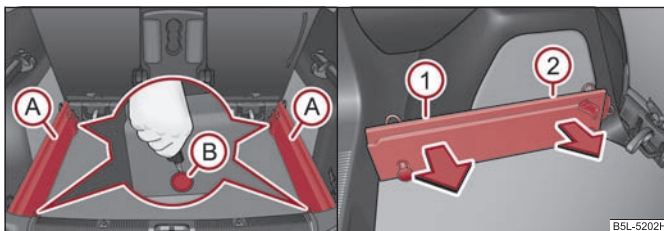

Fig. 82 Maletero: Aflojar los puntos de seguridad / retirar los carriles portantes
- Soltar los puntos de retención (B) en los rieles portantes con la llave del vehículo o con un destornillador plano ⇒ fig. 82.
- Debe asir el riel portante (A) en la posición ① ⇒ fig. 82 y soltarlo tirando de él en el sentido de la flecha.
- Debe asir el riel portante (A) en la posición ②, soltarlo tirando de él en el sentido de la flecha y sacarlo.